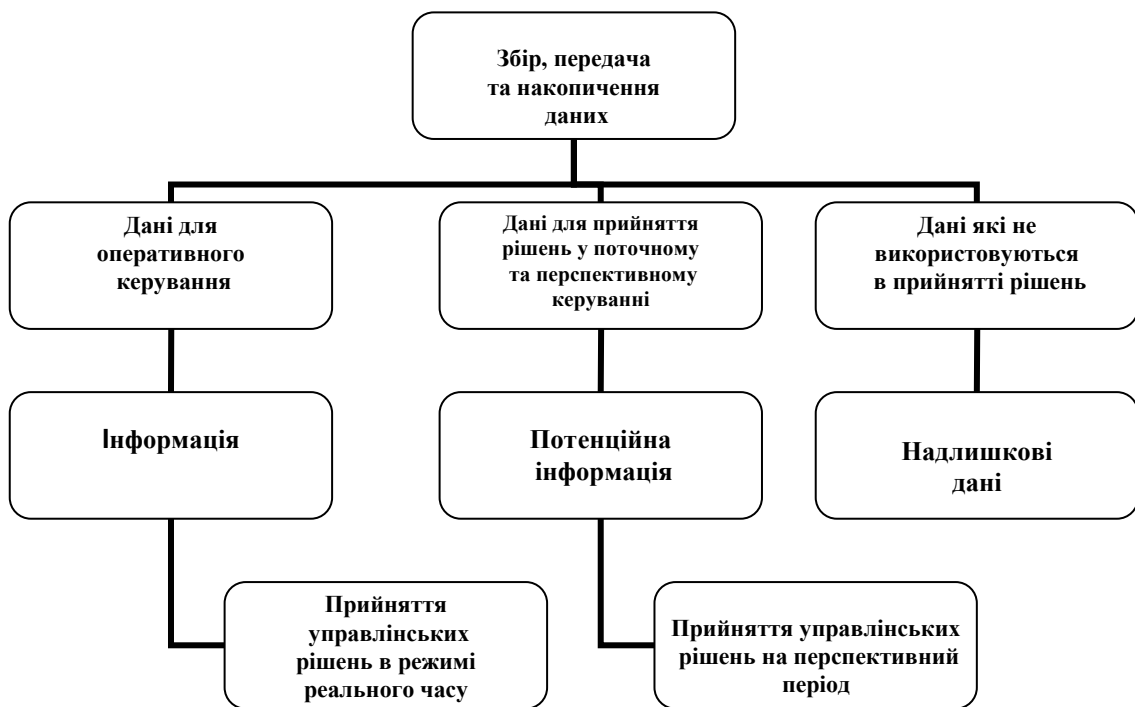

Рис. 4.1. Використання даних в якості інформації
1. Діаграму документопотоку побудувати за вихідними даними табл. 4.1. На рис. 4.1 представлена схема використання даних в якості інформації, для виявлення впливу інформації на прийняття рішень.